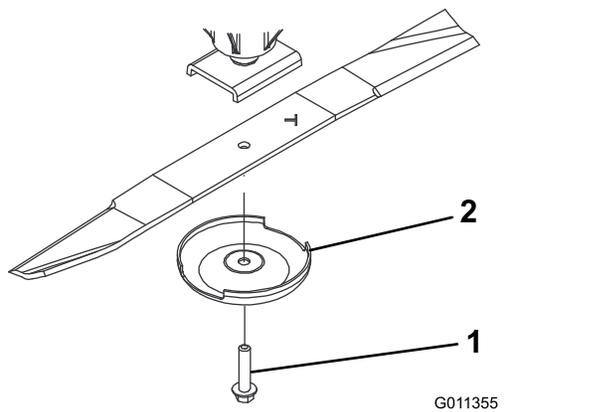

图 72
3. 使用抹布或厚垫手套抓住刀片的端部并从铰轴卸下刀片螺栓、防刮罩和刀片 图 72。
4. 使用防刮罩和刀片螺栓安装刀片刀翼面向剪草刀盘 图 72。